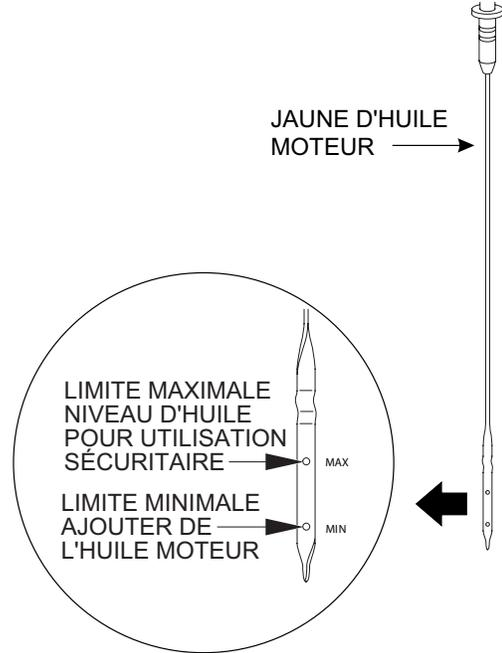

Figure 10. Jauge d'huile du moteur
3. Réinsérer la jauge d'huile (Figure 10), puis retirer la jauge de son support. Vérifier le niveau d'huile indiqué sur la jauge d'huile.